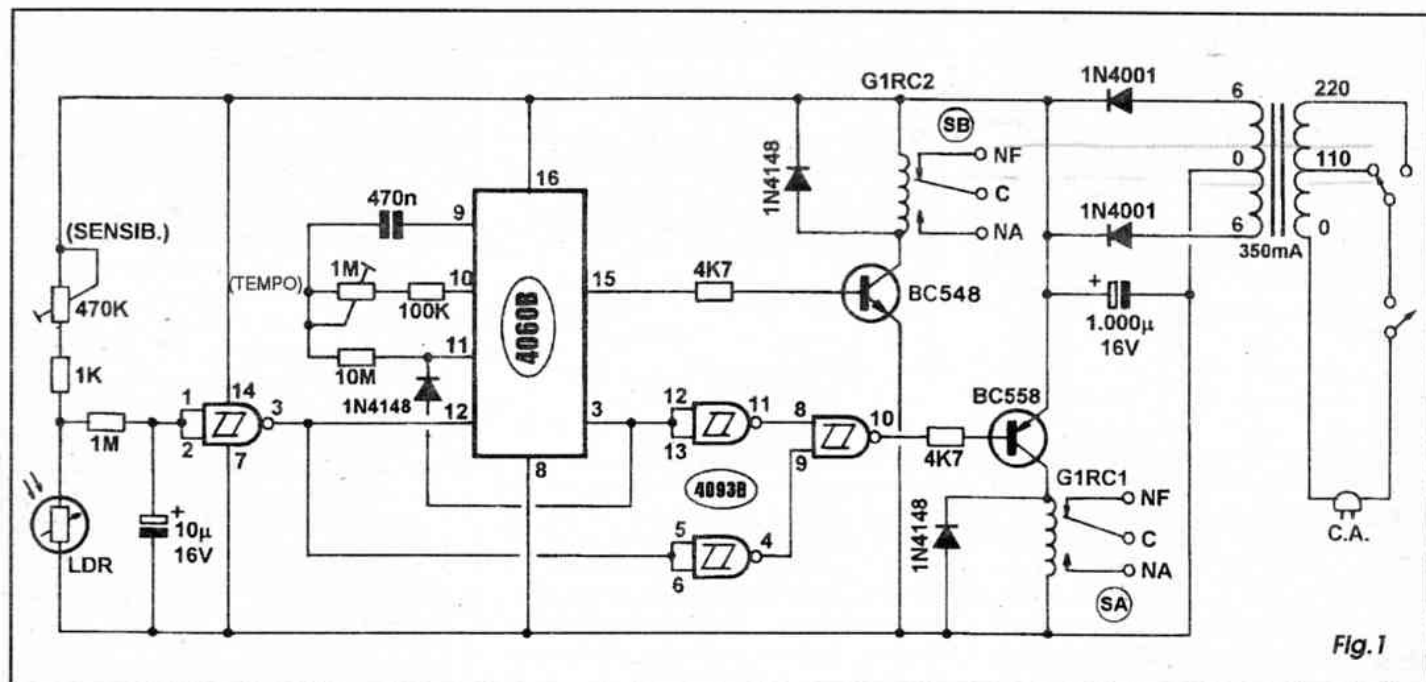

Fig. 1
**- FIG. 1 - DIAGRAMA ESQUEMÁTICO DO CIRCUITO** - No centro ativo do circuito temos um integrado C.MOS 4060, bastante utilizado devido à sua grande versatilidade... Trata-se de um múltiplo contador, com vários dos seus estágios oferecendo saída através de pinos específicos... Além disso, o 4060 contém alguns *gates* internos *sobrantes*, especialmente aplicáveis para a elaboração de um *clock* (oscilador/base de tempo) incorporado, pela anexação simples de alguns resistores/capacitores externos... Esse *clock* é basicamente determinado pelos resistores de 100K e 10M, *trim-pot* de 1M e capacitor de 470n, aos pinos 9-10-11... Após as sequentes divisões efetuadas pelos contadores internos, apenas duas das saídas são